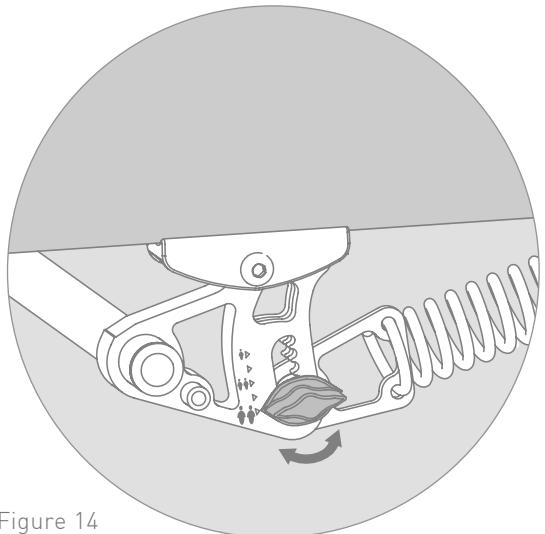

Figure 14
1. There are 5 marked adjustment set points (Figure 14). Rotate adjustment knob to set suspension. Top position for lightest loads, bottom position for heaviest loads. Trailer should be used with left and right suspension set the same.
1. Es gibt fünf gekennzeichnete Einstellpunkte (Abbildung 14). Drehen Sie den Einstellknopf, um die Federung einzustellen. Obere Stellung für leichteste Ladungen, untere Stellung für schwerste Ladungen. Der Anhänger ist nur zu benutzen, wenn die linke und rechte Federung gleich eingestellt sind.
1. Il y a 5 points de réglage marqués (Figure 14). Tournez le bouton de réglage pour définir la suspension : position haute pour les charges les plus légères, position basse pour les charges les plus lourdes. La remorque doit être utilisée avec les mêmes réglages pour les suspensions gauche et droite.